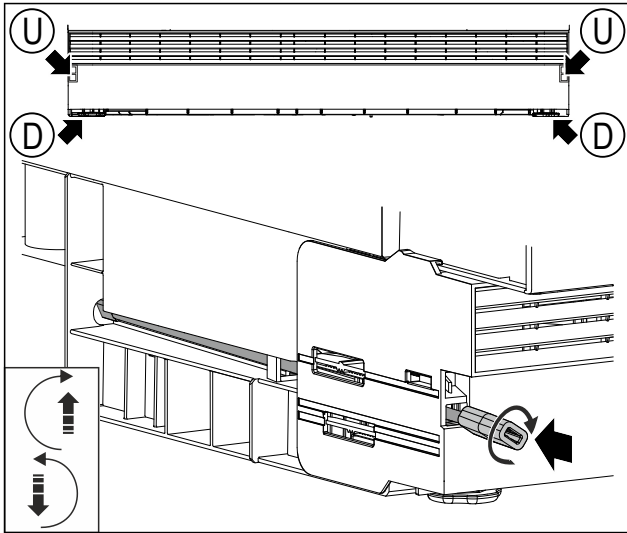

Fig. 25 Reprezentare exemplificatoare
- ▶ Introduceți bara cu piesa adaptoare în deschizătura Fig. 25 (U).